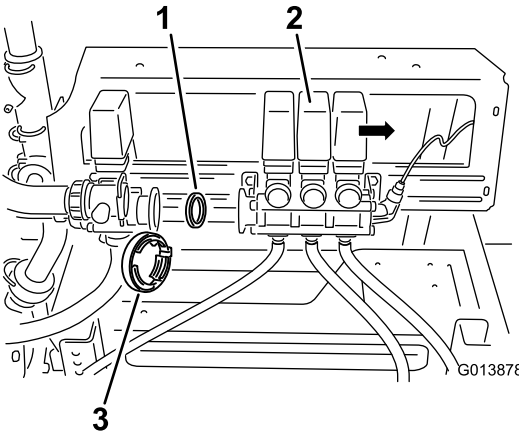

Figura 5
- 3. Afaste cuidadosamente o conjunto da válvula da rampa da válvula de agitação (Figura 5).
- 4. Retire a junta existente do corpo da válvula (Figura 5).